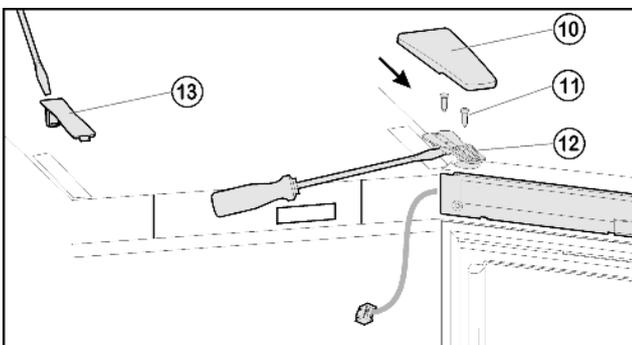
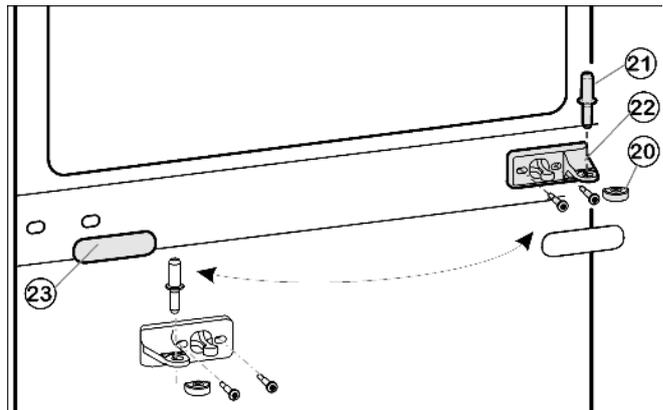
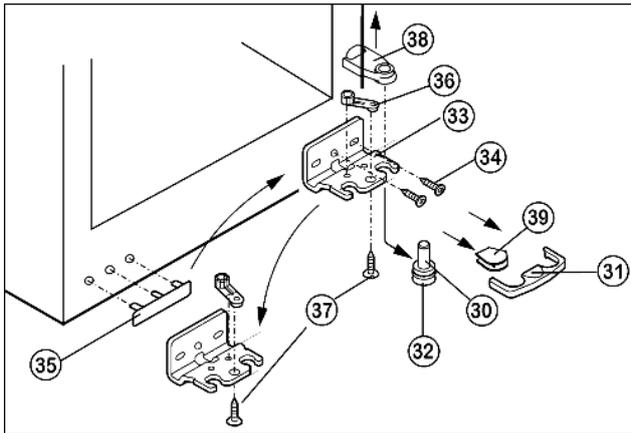

Fig. 5
Fig. 6
Fig. 7
- ▶ Вытяните крышку Fig. 5 (10) вперед и снимите крышку Fig. 5 (13).
- ▶ Отпустите винты Fig. 5 (11).
- ▶ Снимите дверцу вместе с опорным кронштейном Fig. 5 (12) и кабелем вверх. Для снятия, возможно, понадобится осторожно подцепить опорный кронштейн снизу шлицевой отвёрткой.
- ▶ Вытащите из опорного кронштейна и нижней дверцы средний опорный палец Fig. 6 (21).
- ▶ Пластмассовый колпачок Fig. 6 (20) снимите.
- ▶ Снимите средний опорный кронштейн Fig. 6 (22).
- ▶ Осторожно снимите накладку Fig. 6 (23).
- ▶ Открутите средний опорный кронштейн Fig. 6 (22) и прикрутите его с поворотом на 180° на новую сторону шарнира.
- ▶ Снова защелкните накладку Fig. 6 (23) на стороне, где теперь будет ручка.
- ▶ Нижнюю крышку Fig. 7 (31) снимите движением вперед.
- ▶ Нижнюю крышку Fig. 7 (39) снимите.\*
- ▶ Снимите крышку Fig. 7 (38) вверх.\*
- ▶ Полностью вверните регулируемую опору Fig. 7 (32).
- ▶ Вытяните опорный палец Fig. 7 (32) вниз и вперед. При этом следите за гнездом шарнира Fig. 7 (30).
- ▶ Открутите опорный кронштейн Fig. 7 (33) (2 шт. Torx 25) Fig. 7 (34).
- ▶ Открутите опорную деталь Fig. 7 (36) (1 Torx 25) Fig. 7 (37) и, переставив в отверстие на противоположной стороне опорного кронштейна, снова прикрутите.
- ▶ Осторожно приподнимите и переставьте крышку Fig. 7 (35) со стороны ручки.
- ▶ Снова прикрутите опорный кронштейн Fig. 7 (33) на новой стороне шарнира, при необходимости с помощью аккумуляторного шуруповерта через внешний продольный паз и круглое отверстие.
- ▶ Снова слегка наклоните устройство назад и переставьте опорный палец Fig. 7 (32).
- ▶ Установите дверь сверху на опорный палец Fig. 7 (32).
- ▶ Вставьте средний опорный палец Fig. 6 (21) через средний опорный кронштейн Fig. 6 (22) в нижнюю дверцу.
- ▶ Установите пластмассовый колпачок Fig. 6 (20).
► Установите верхнюю дверцу на средний опорный палец *Fig. 6 (21)*, закройте дверцу и установите верхний опорный кронштейн *Fig. 5 (12)* так, чтобы он защелкнулся в верхней стороне устройства.
► Прикрутите опорный кронштейн *Fig. 5 (12)*. При необходимости просверлите отверстия или используйте аккумуляторную отвертку.
► Защёлкните крышку *Fig. 5 (10)* и крышку *Fig. 5 (13)*.
► При необходимости выровняйте дверцы через два продольных паза в нижнем опорном кронштейне *Fig. 7 (33)* и среднем опорном кронштейне *Fig. 6 (22)* параллельно корпусу устройства, затем затяните винты.
► Снова защелкните крышку *Fig. 7 (31)* на опорном кронштейне снизу.